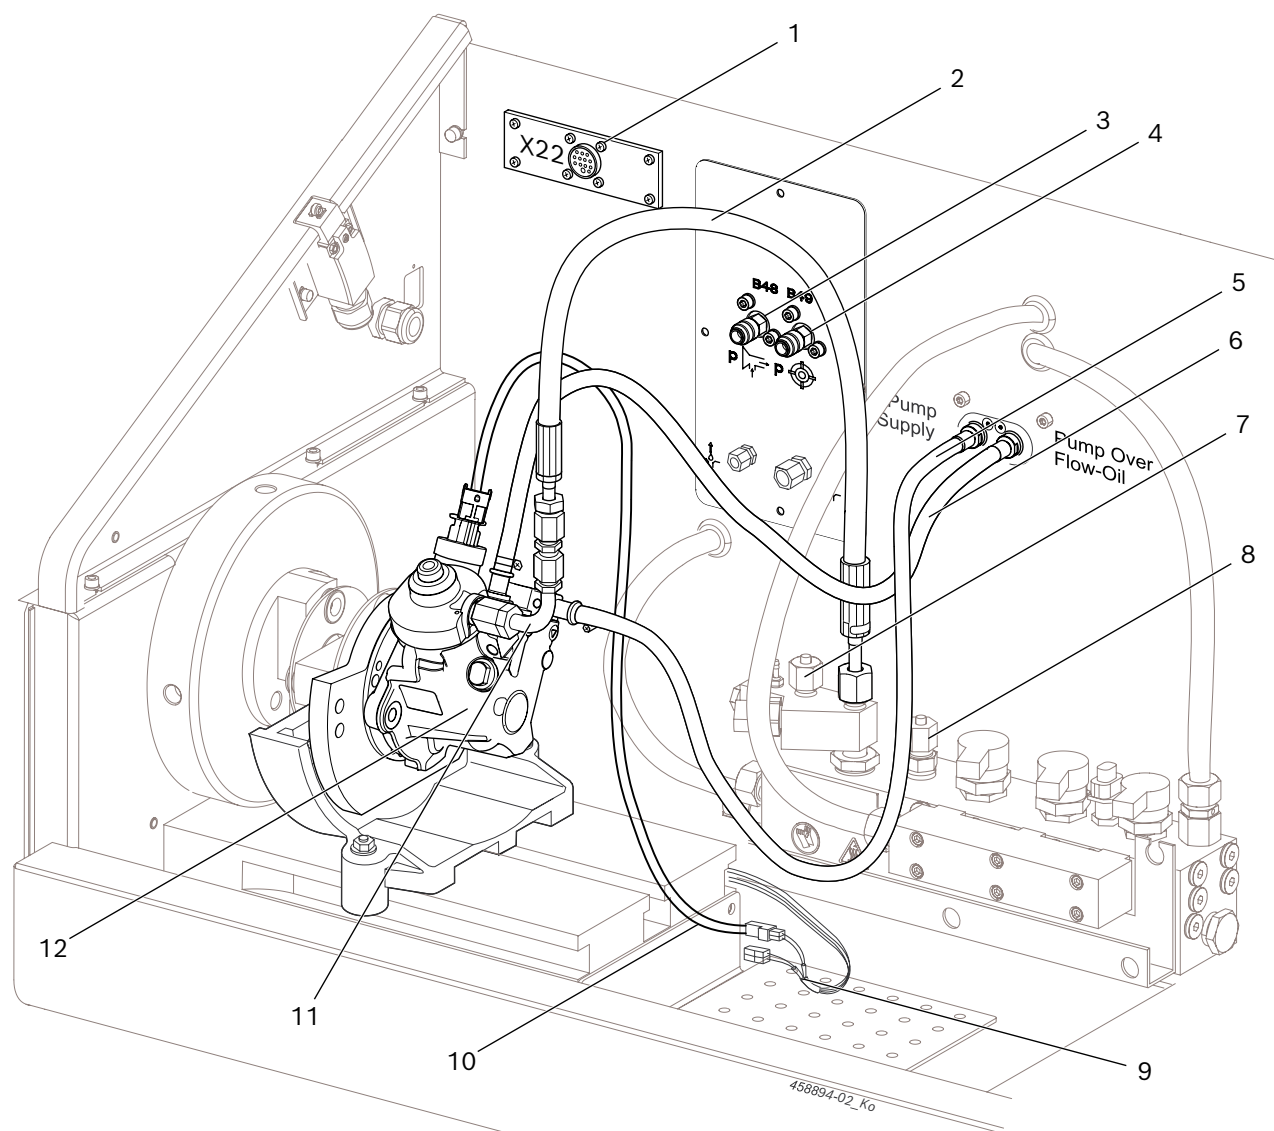

Fig. 2: Raccord CP4.1
1. Raccorder les flexibles d'arrivée d'huile d'essai (Fig. 2, Pos. 5) et de retour d'huile d'essai (Fig. 2, Pos. 6) aux raccords prévus à cet effet sur le CP4.
2. Raccorder le flexible haute pression 1 680 712 324 (Fig. 2, Pos. 2) à l'entrée haute pression du rail haute pression et, par la conduite de pression d'essai, 1 680 750 123 (Fig. 2, Pos. 11) au raccord haute pression de la CP4 (couple de serrage = 25 Nm - 30 Nm).
3. Fermer le raccordement du flexible haute pression vers le rail du répartiteur CRI 846H ou CRI/ CRIN 848H avec un bouchon sur le rail haute pression (Fig. 2, Pos. 7, 8).
i Sur le CP4.2, les bouchons du rail haute pression (Fig. 2, Pos. 7) doivent être retirés et un autre flexible haute pression doit être raccordé au rail haute pression et au CP4.
4. Raccorder le câble de liaison 1 684 463 946 (Fig. 2, Pos. 9) au X24 et raccorder l'équipement via le câble adaptateur spécifique à la pompe (Fig. 2, Pos. 10; accessoire spécial) avec le CP4.
L'adaptateur 1 681 032 115 fourni dans le kit de pièces 1 687 016 128 est utilisé pour mesurer la pression des pompes d'extraction pour le CP4 avec des pompes à roue dentée. Avant le contrôle, monter l'adaptateur sur le CP4 et raccorder le flexible de l'adaptateur au B49 (Fig. 2, Pos. 4).
Les flexibles fournis dans le kit de pièces 1 687 016 128 sont utilisés pour mesurer la dépression. Raccorder le flexible spécifique des pompes sur la pompe d'injection et le B48 (Fig. 2, Pos. 3).
- Le raccord sur le rail haute pression (vers le rail de distribution CRI 846H) est-il fermé par un bouchon (Fig. 2, Pos. 8) ?